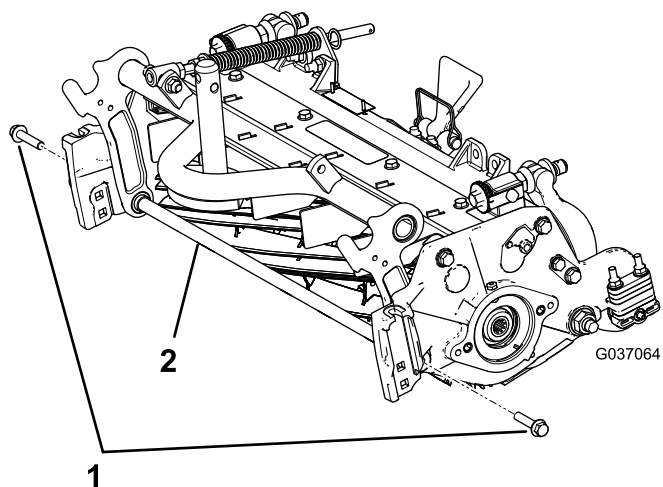

Рисунок 6
A. Выверните два болта с фланцевыми головками, которые крепят несущий стержень, и снимите несущий стержень (Рисунок 6).